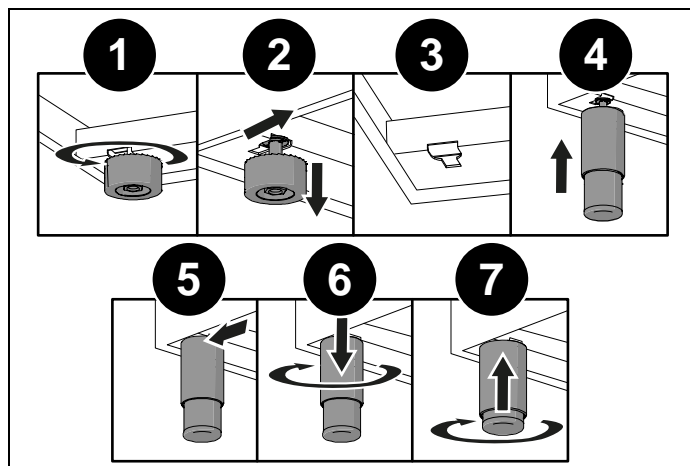

Fig. 43
Zorg ervoor dat de voetjes niet worden geforceerd bij het neerzetten van het apparaat (Fig. 43). Geadviseerd wordt om een vulstuk op de basis of een pallet te gebruiken, om te voorkomen dat het fornuis kantelt.
- demonteer de steunen (1 en 2, Fig. 43),
- steek de voetjes in de sleutelvormige uitsparing in de onderkant van het apparaat (3 en 4, Fig. 43),
- schroef de voetjes vast tot ze stevig vastzitten aan de basis (5 en 6, Fig. 43),
Breng de voetjes op de juiste hoogte (7, Fig. 43).